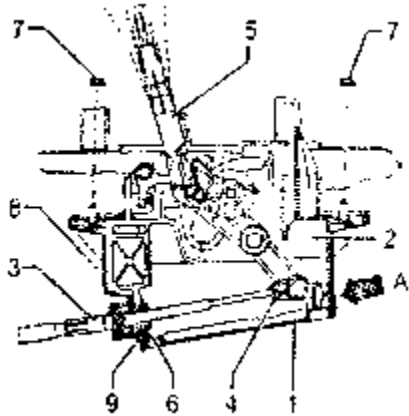

图 7-46 拆下盖板
- 8) 按照图 7-46 箭头 A 的方向按下弹簧锁，松开盖板 1。
- 4) 按照图 7-46 中箭头 A 的方向按下弹簧锁，松开盖板 1。